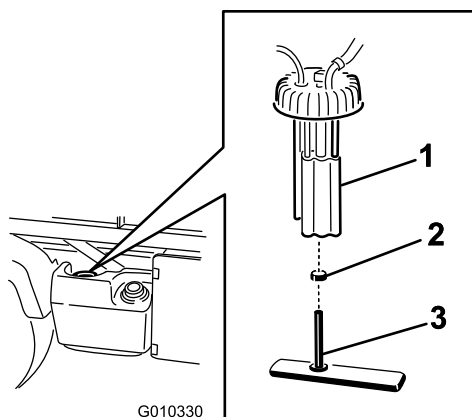

Figura 44
2. Estraete il connettore di cablaggio fili dalla pompa del carburante (Figura 44)
3. Allentate la fascetta stringitubo e scollegate i tubi del carburante dal tappo della pompa del carburante (Figura 44).
4. Svitare il tappo della pompa del carburante dal serbatoio del carburante (Figura 44).
5. Rimuovere il gruppo pompa e filtro del carburante dal serbatoio (Figura 44).
6. Rimuovere la fascetta che fissa il filtro del carburante ai raccordi della pompa del carburante. Rimuovere il tubo dai raccordi (Figura 44).